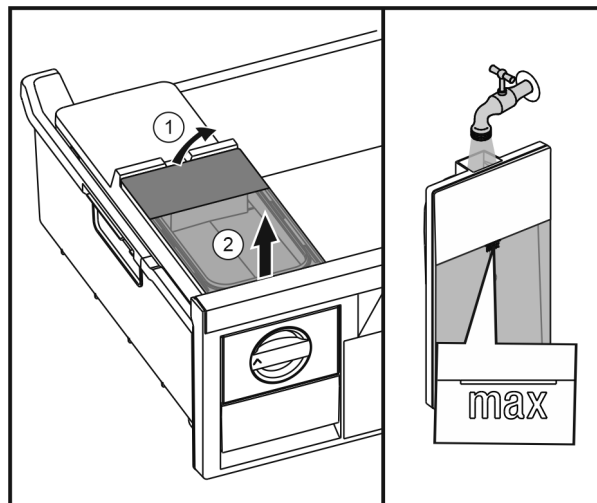

Fig. 29
- ▶ Nadvihnite nádržku na vodu zozadu Fig. 29 (1) a odoberte ju nahor Fig. 29 (2).